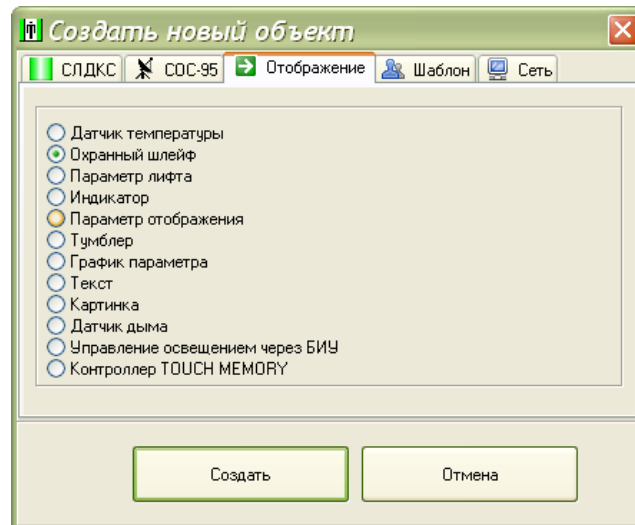

Рисунок 17
1) Создать на карте объект — охранный датчик. В контекстном меню выбрать пункт «Создать новый объект», на вкладке «Отображение» выбрать охранный шлейф (рисунок 17).